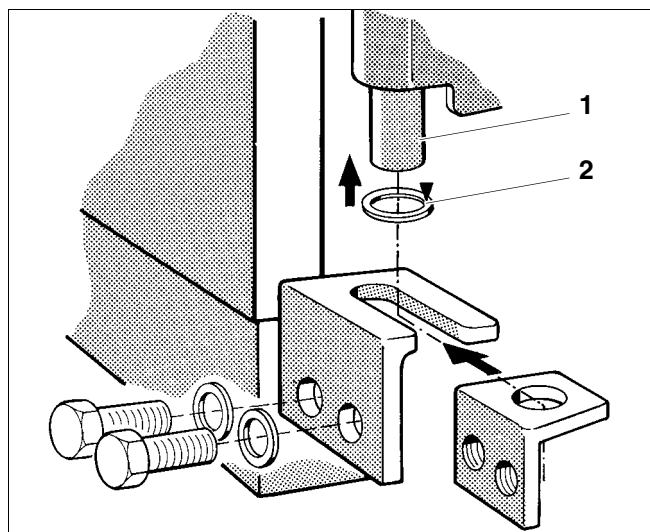

Fig. 5 Montagem da porta da caldeira
- Aplique uma boa camada de massa na anilha (fig. 5, item 2) (seta pequena na fig. 5) e coloque-a sobre o parafuso inferior esquerdo da dobradiça (fig. 5, item 1).
Com a porta fechada, a anilha deve ficar sobre o esquadro de apoio da porta, alinhada em relação ao parafuso da dobradiça (fig. 5).